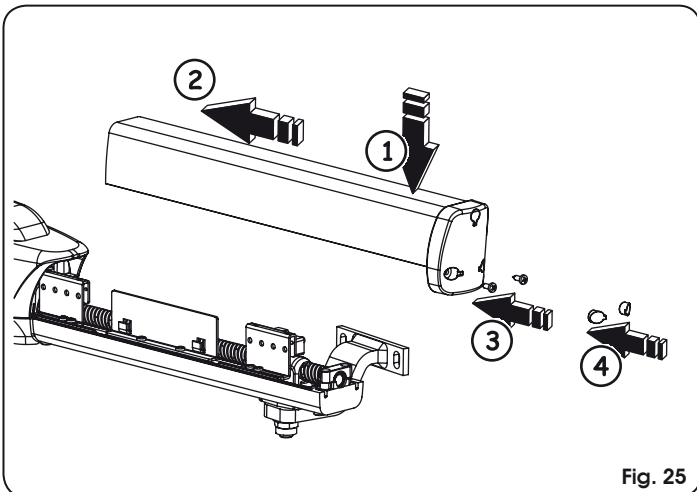

Fig. 25
- Die Abdeckung wieder positionieren und hierzu auf der unteren Verbindung gleiten lassen und dabei sicherstellen, dass sie anschlägt, Abb. 25.
- Erneut die beiden unteren Schrauben anschrauben, Abb. 25.